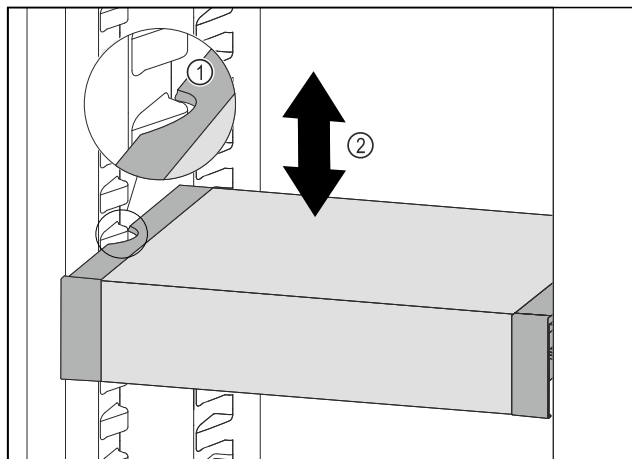

Fig. 83
- ▶ VarioSafe w chłodziarce przesunąć w górę lub w dół, aż zostanie osiągnięta żądana wysokość. Fig. 83 (2)